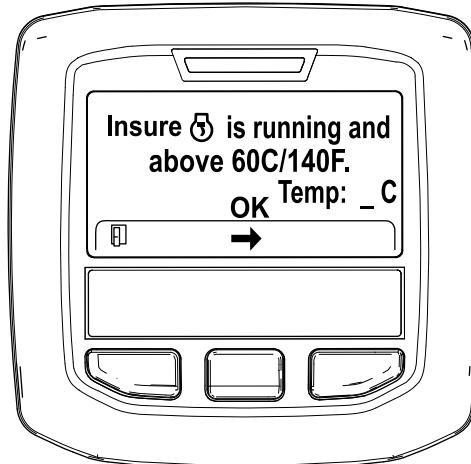

Figura 45
- Si la temperatura del refrigerante está por debajo de 60°C (140°F), aparece el mensaje "Insure is running and above 60C/140F" (Asegúrese de que funcione y esté por encima de 60 °C/140 °F). (Figura 45).